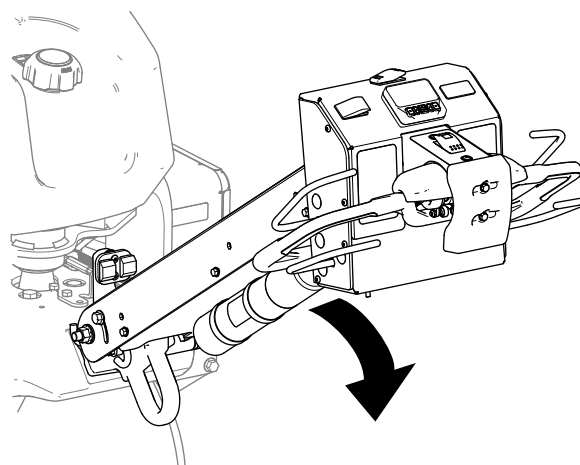

Bild 31
2. Senken Sie den Lenker ab (Bild 31).